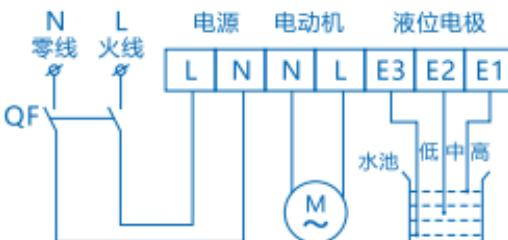

图3 控制器接线图
6.1 控制器的接线图：见图3。
- 用户需按接线图正确接线，接线时控制器电源需区分火线和零线；控制器内液位检测三条检测电极E1、E2、E3，用户需按高、中、低位置安装于被控制水池中，端头部分应导电性良好（控制器的接线图见图3或见控制器外壳内壁的接线图）。
- 控制器电源前端应接断路器作为短路保护，如图3所示QF。